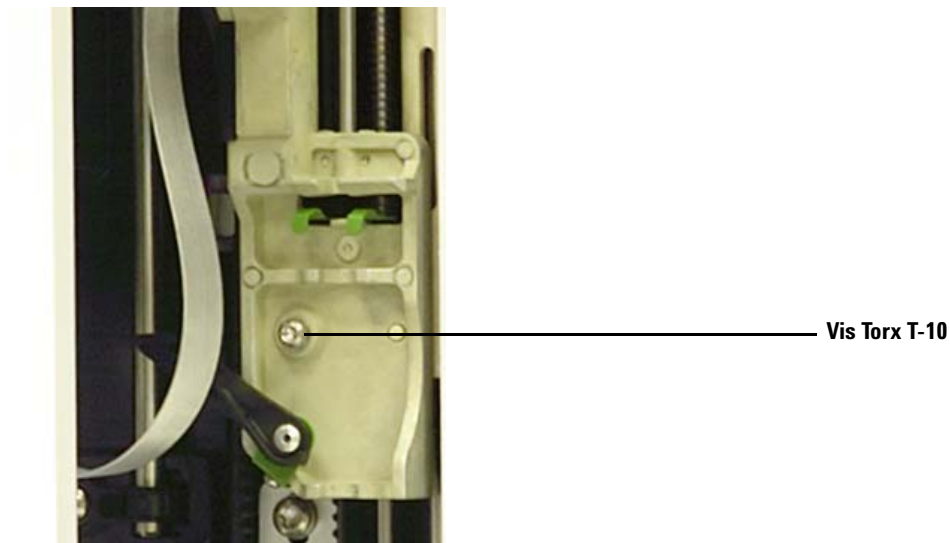

Figure 105 Retrait de la vis Torx T-10 située au-dessus du verrou de la seringue
- 9 Desserrez complètement et retirez la vis Torx T-10 située juste au-dessus du verrou de la seringue (Figure 105).